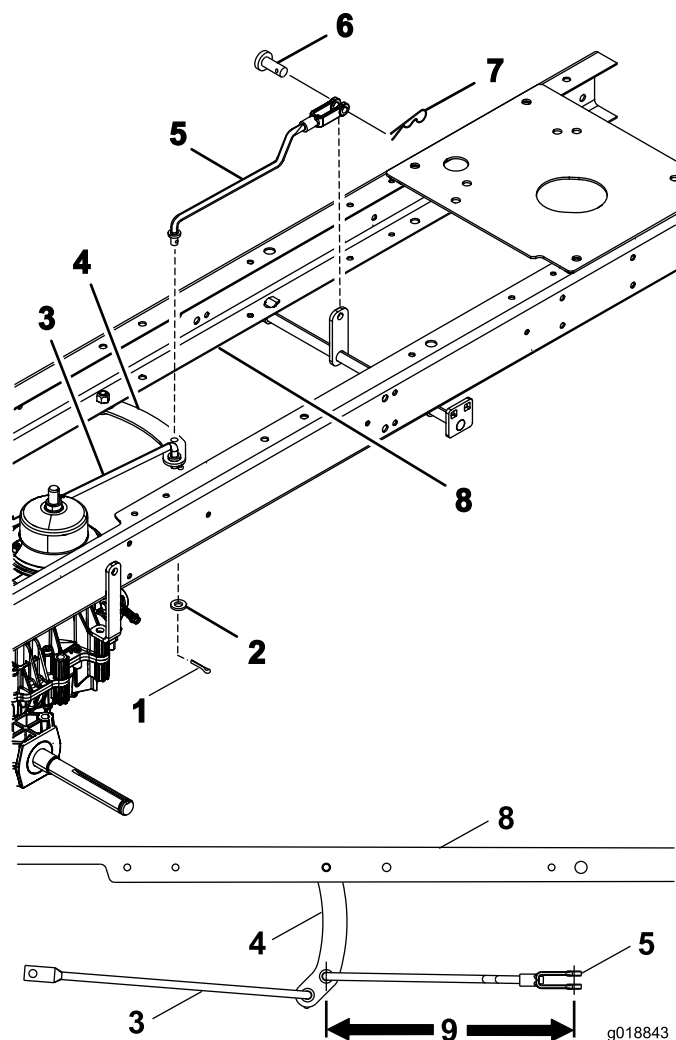

Figure 4
5. Montez le bras de liaison avant de commande de déplacement sur le bras de liaison du support de traction au moyen de la rondelle plate et de la goupille fendue (Figure 4).
6. Fixez l'autre extrémité du bras de liaison avant de commande de déplacement et réglez la chape comme indiqué à la Figure 4.